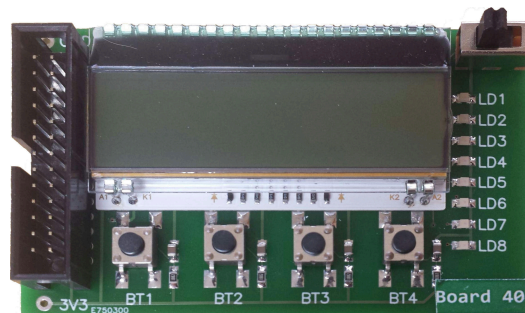

Abbildung 8: Knöpfe-LED - LCD Platine [4]
- Eine Steuerkarte mit 4 Tasten und 8 LED, siehe Abbildung Abbildung 8.